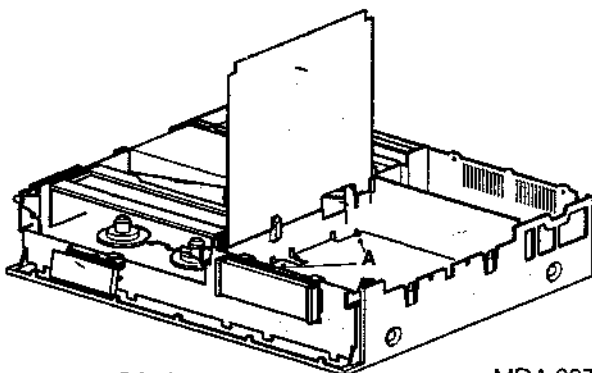

FIG. 2-7
- Ontgrendel de klikconstructies A (zie fig 2-7).